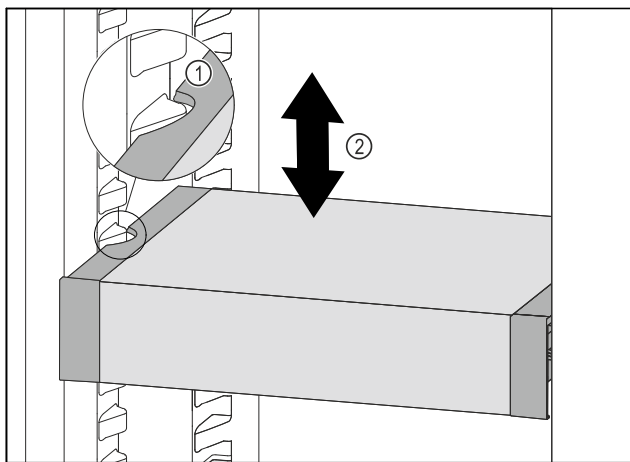

Fig. 127
- ▶ Tõmmake VarioSafe'i ettepoole, kuni VarioSafe'i külgmised väljalõiked asuvad jahutusosas anumaribi kõrgusel. Fig. 127 (1)
- ▶ Liigutage VarioSafe'i jahutusosas ülespoole või allapoole, kuni on saavutatud soovitud kõrgus. Fig. 127 (2)